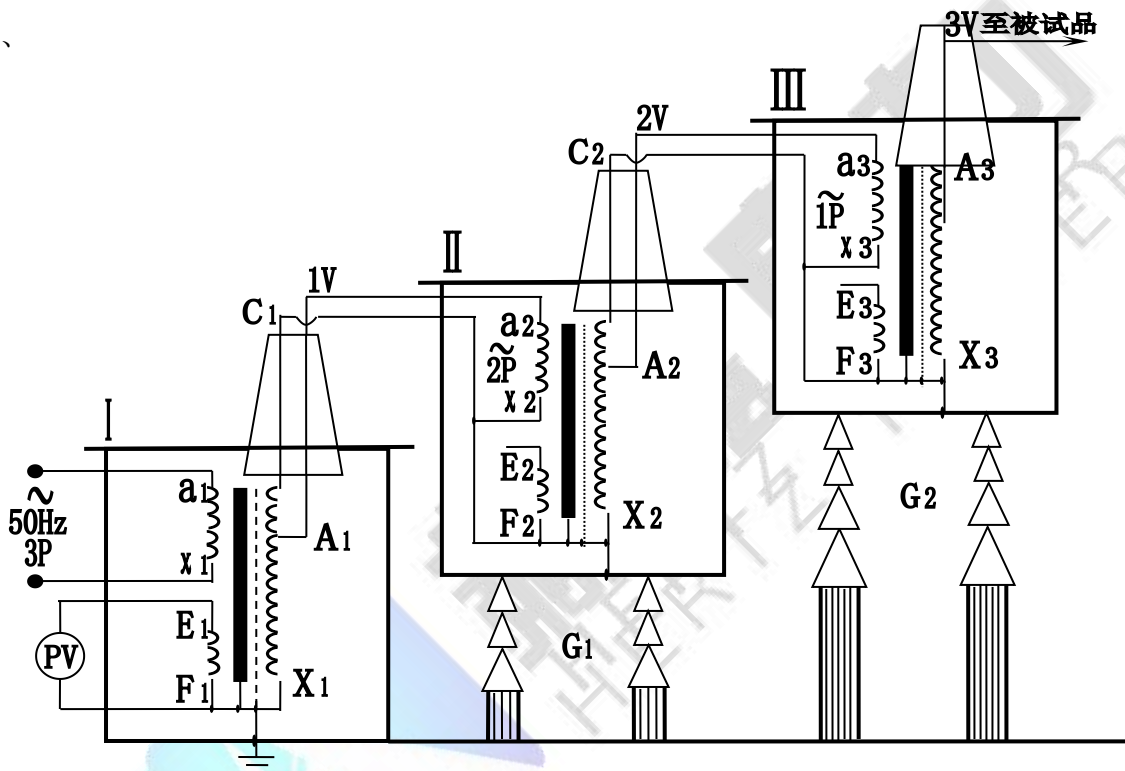

图 5：三台工频耐压试验装置串级接线原理图
3、三台工频耐压试验装置串级获得更高电压的接线原理见图 5。串级工频耐压试验装置有很大的优越性，因为整个试验装置由几台单台工频耐压试验装置组成，单台工频耐压试验装置容量小、电压低、重量轻，便于运输和安装。它既然可串接成高出几倍的单台工频耐压试验装置输出电压组合使用，又可分开成几套单台工频耐压试验装置单独使用。整套装置投资小，经济实惠。
图 5 中，在第一级和第二级的每个单元工频耐压试验装置中都有一个励磁绕组 A1、C1 和 A2、C2。在三台串级工频耐压试验装置基本原理中，低压电源加在工频耐压试验装置 I 的初级绕组 a1x1 上，单台工频耐压试验装置 I、II、III 的输出电压都是 V。励磁绕组 A1、C1 给第二级工频耐压试验装置 II 的初级绕组供电；第二级工频耐压试验装置 II 的励磁绕组 A2、C2 给第三级工频耐压试验装置 III 的初级绕组供电。第二级工频耐压试验装置 II 和第三级工频耐压试验装置 III 的箱体分别处在对地为 1V 和 2V 的高电位上，所以箱体对地是绝缘的，工频耐压试验装置 I 的箱体是接地的。这样第一级、第二级、第三级工频耐压试验装置对地的额定输出电压分别为 1V、2V、3V；其额定容量分别为 3P、2P、1P。